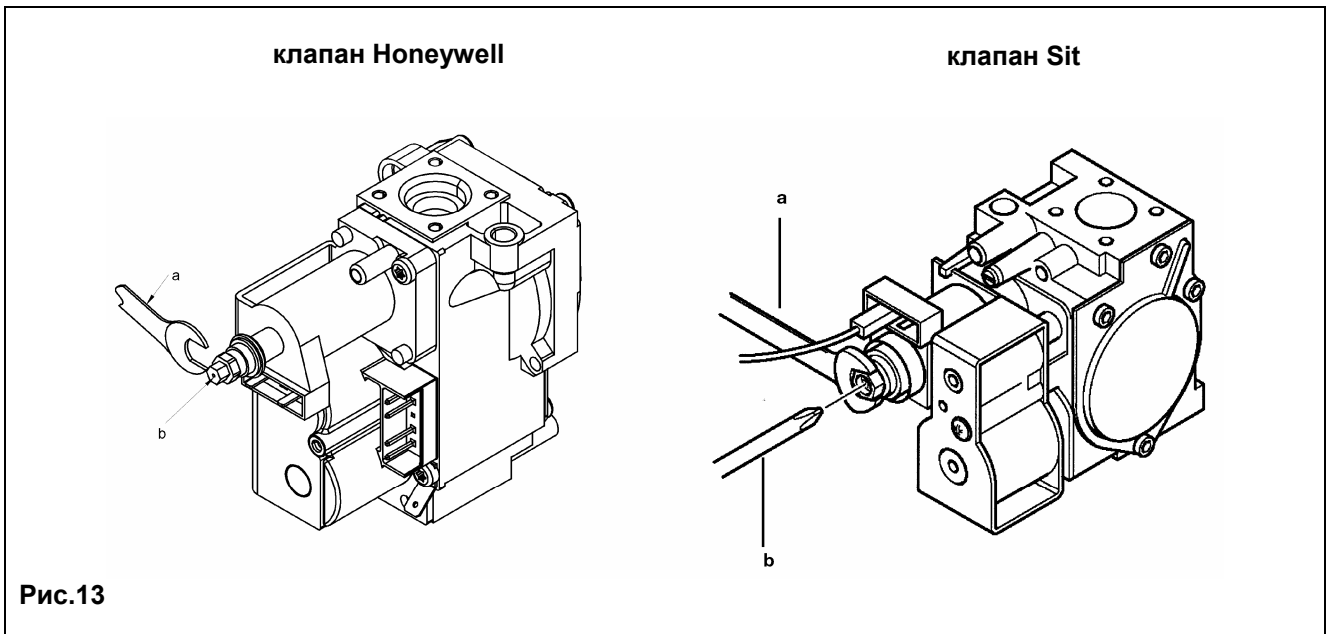

Рис.13
- Открутить винт на штуцере (**Pa**, рис. 13) и присоединить к штуцеру (**Pa**) манометр.
- Проверить динамическое входное давление газа (штуцер **Pa**, рис. 13). Номинальные давления: **20 мбар** для природного газа, **37 мбар** для пропана.
- Проверить давление газа на горелке согласно таблице 1 для соответствующей модели котла и соответствующего типа газа. При необходимости снять крышку модулятора и поворачивать латунный винт ключом **a** (ключ **a**, рис.13) до достижения давления, указанного в таблице 1 для соответствующей модели котла и соответствующего типа газа.